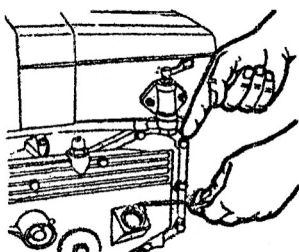

рис.1
2. Перевірте масляним щупом рівень мастила. Рівень мастила повинен знаходитися між верхньою і нижньою відміткою щупа (Рис.1). Рівень мастила вище верхньої відмітки призведе до розігріву мастила і навіть до псування двигуна. Рівень мастила нижче нижньої позначки призведе до плавлення корпусу підшипників. Після перевірки рівня мастила затягніть кришку масляного фільтра.